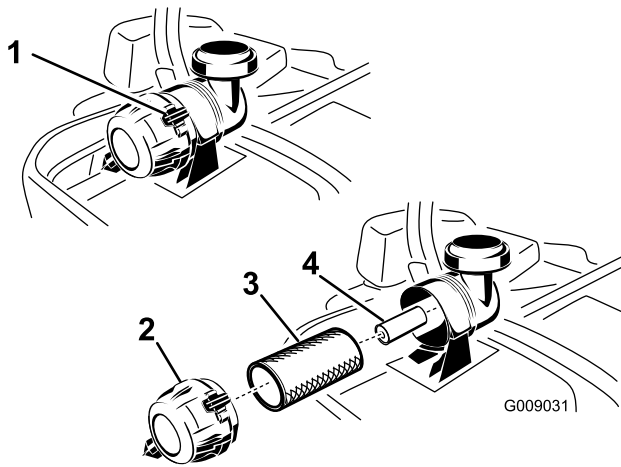

Bild 36
3. Üben Sie Druck aus, um die Riegel am Luftfilter zu lösen, und ziehen Sie die Abdeckung vom Gehäuse ab (Bild 36).
5. Schieben Sie den Hauptfilter vorsichtig aus dem Luftfiltergehäuse heraus (Bild 36). Vermeiden Sie ein Anstoßen des Filters an der Seite des Gehäuses.
4. Setzen Sie die Luftfilterabdeckung auf (Entlüfterdeckel nach unten) und drehen sie so, dass die Riegel in der Abdeckung einrasten (Bild 36).
1. Reinigen Sie den Papierfilter nicht sondern tauschen Sie ihn aus (Bild 36).
2. Wenn Sie den sekundären Luftfilter austauschen, schieben Sie ihn vorsichtig in das Filtergehäuse ein (Bild 36).
3. Schieben Sie den Hauptfilter vorsichtig auf den sekundären Filter (Bild 36). Stellen Sie sicher, dass dieser einwandfrei einliegt, indem Sie beim Einbauen auf den äußeren Rand des Filters drücken.